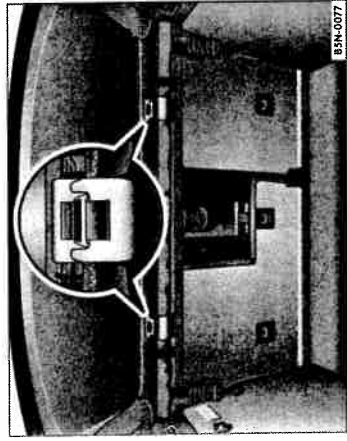

Fig. 107 Scoaterea peretelui despărțitor din suporturile din masca portbagajului.
- Apăsați pe curelușa din stânga și din dreapta ⇒ fig. 107 și deschideți ambele suporturi ⇒ Ⓐ.
- Introduceți peretele despărțitor în suporturile ⇒ fig. 107 din masca portbagajului și închideți suporturile.
Centurile de fixare elastice ale peretelui rulat ⇒ pagina 114, fig. 107 nu sunt prevăzute pentru fixarea bagajelor sau a altor obiecte. Peretele despărțitor se poate deteriora. Pentru fixarea bagajelor sau a obiectelor folosiți inelele de prindere din portbagaj ⇒ pagina 111. ◀